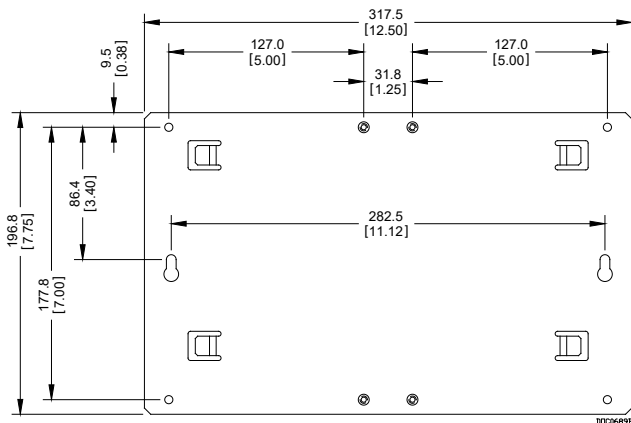

图5. 适配板尺寸
- 带扩展机架的主机组安装在适配板上。将其放置在机柜装配板上的合适位置，使用 FB107 组件作为模板定位板上的安装孔。适配板的尺寸信息请参见图5。使用 8-32 UNC 螺丝锥在板上安装孔的位置进行钻孔攻丝。将 FB107 组件放置在钻攻好的位置上，然后使用随附的四个 8-32 UNC x 1.00 英寸长螺丝将其固定到装配板上。以大约 1.1 至 1.4 牛米的转矩拧入四个固定螺丝。